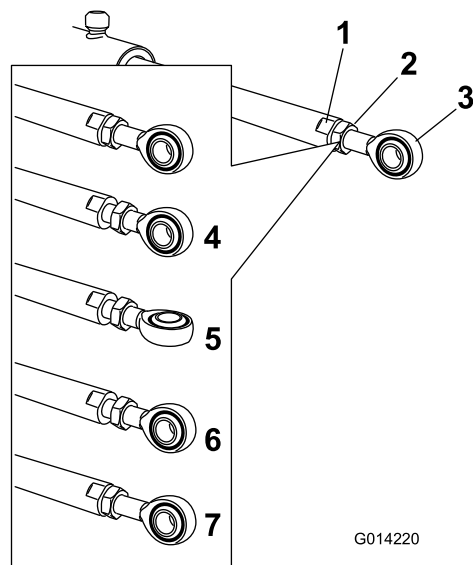

図 94
5. アクチュエータロッドの平たい面にスパナをあてがって回転しないように押さえ、ジャムナットをゆるめて、アイレットロッドを調整できるようにする 図 94。
6. アイレットロッドを回転させてアクチュエータを希望の長さに調整する 図 94。